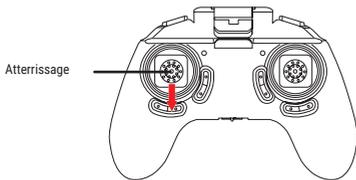

Figure 3: Atterrissage
- 5. Atterrissage:** Orienter doucement le joystick de gauche vers le bas jusqu'à ce que le drone se pose au sol (Figure 3).
Explication: Ce mode permet de contrôler le drone sans se soucier de sa direction de vol. Si vous orientez le joystick de droite vers l'avant le drone ira au Nord quelque soit son orientation de vol (Nord/Sud/Est/Ouest) au moment de la commande (Figure 3). Lorsque le mode CF est désactivé vous devez en permanence vous soucier de la direction/orientation de vol du drone (Figure 1). Le mode CF est idéal pour apprendre à piloter.